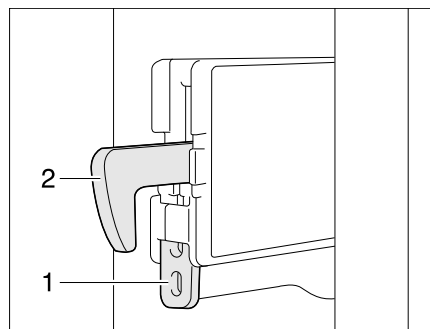

Fig. 345 Fixation crochet de verrouillage
- Pousser la fixation (Fig. 345,1) vers le haut. Le crochet de verrouillage (Fig. 345,2) est pressé vers le haut, il est mis hors fonction.
- Appuyer vers le bas sur le crochet de verrouillage (Fig. 345,2). Le crochet de verrouillage est de nouveau en fonction.